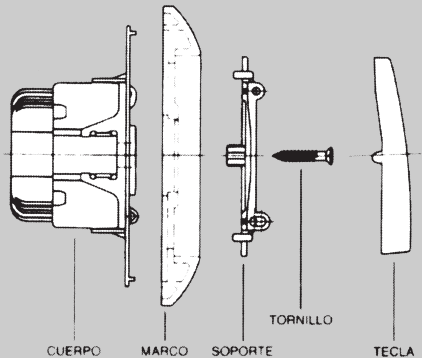

Fig 7
3. Intercale el marco entre el soporte y el mecanismo y atornille el soporte (ver fig. 7).